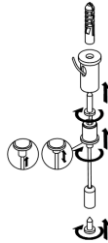

Рисунок 9 — Крепление подвеса.
5.8.5. Закрепите подвесы на креплениях светильника. Выровняйте светильник. Для регулировки длины троса нажмите на кнопку в верхней части крепления троса (см. Рисунок 9).